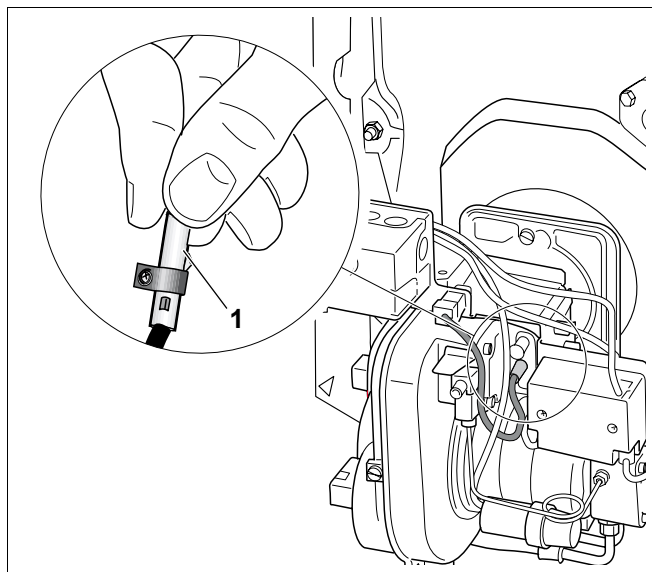

Рис. 17 Проверка работы датчика пламени
- При работающей горелке вынуть датчик пламени, взяв его за предусмотренную для этого ручку (рис. 17).
- Закрывать датчик пламени (рис. 17, поз. 1). После повторного запуска должно произойти отключение из-за неисправности.